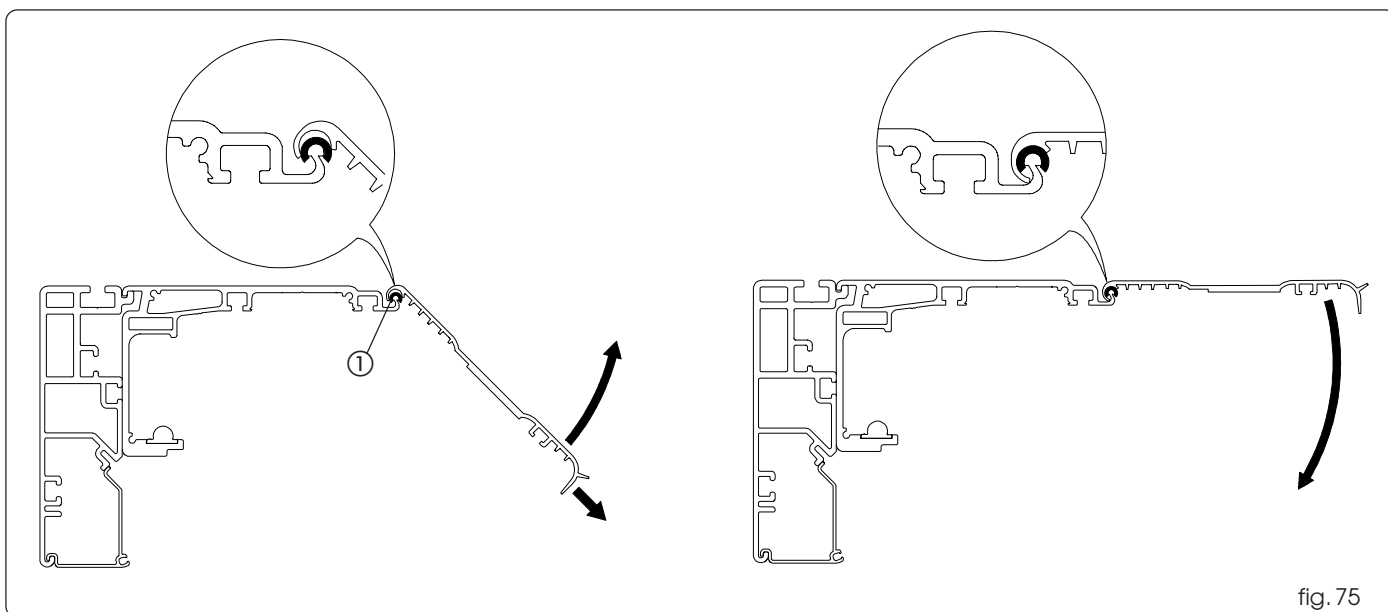

fig. 75
Monter les entretoises antivibratoires (fig. 75 réf. ①).
Positionner le carter de fermeture sur les entretoises; le tirer d'après la fig. 75 et le tourner vers le haut jusqu'à l'accrochage correct.